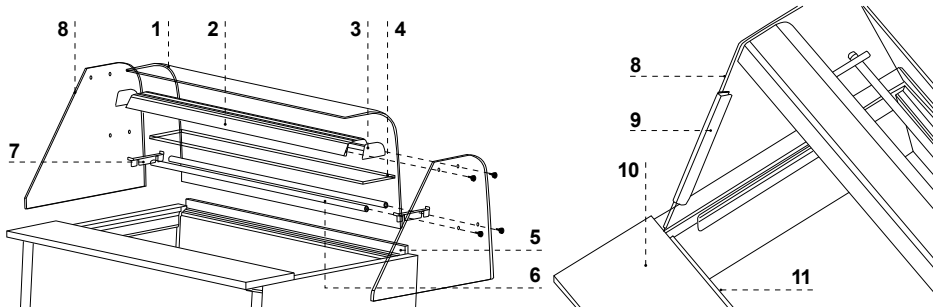

Abb.7 Einbau der Glasseiten und Alulampe
- I. Glasseiten anbringen Abb.7/8 (S.18)
- II. Alulampe (mit Beleuchtung) an den Glasseiten einbauen Abb.7/2 (S.18)
- III. Vorderscheibe einbauen, indem diese auf der Lampe und Glasseiten gestützt wird Abb.7/1 (S.18)
- IV. Die Aluprofile für den Glasregal einbauen (Option) Abb.7/6 (S.18)
- V. Glasregal einbauen Abb.7/4 (S.18)
- VI. Den Mantel für die Lampeleitung anbringen Abb.7/9 (S.18)